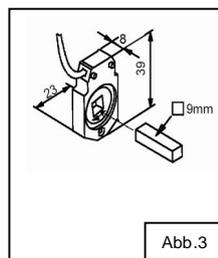
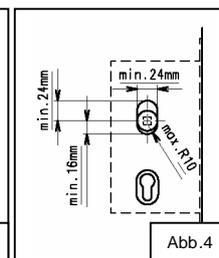

Abb.3
Abb.4
- 1.3 Bei einer Nussüberwachung mittels Drehschaltkontakt (Abb.3) muß die Öffnung (in der Regel auf der Türinnenseite) zur Schlosstasche entsprechend (Abb.4) hergestellt werden.